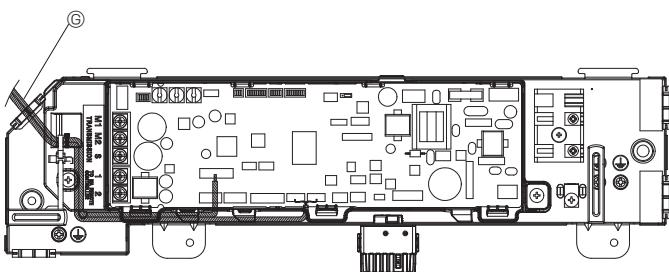

Fig. 5-5
3. Вставьте питающий провод дополнительного КОМПЛЕКТА КЛАПАНА во внутренний блок через соответствующее отверстие. (Fig. 5-5)